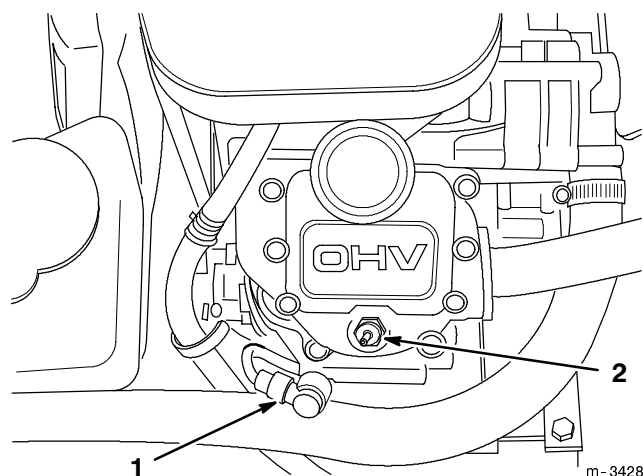

Figure 31
3. Débrancher le(s) fil(s) de la/des bougies (Fig. 31). Nettoyer tout autour des bougies pour ne pas introduire dans le moteur de la saleté qui risque de l'endommager.
3. Reconnecter les fils des bougies (Fig. 31).